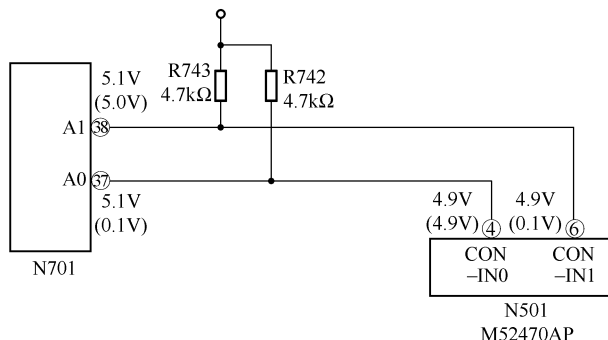

图 6-10 长虹 H2583K 机型中 TV/AV 控制接口电路
在长虹 H2535K 机型中, N701 的③⑦、③⑧脚电路主要用于 TV/AV 转换控制, 外部接口电路如图 6-10 所示。其中, R743、R742 为上拉电阻, 主要为 A1、A0 输出线路提供工作电压, 并控制 N501 开关电路的④、⑥脚, 以使 N501 工作在要求状态。在 TV 工作状态, N701③⑦、③⑧脚均输出 5.1V 高电平, 而在 AV1 状态时, N701③⑦脚转为 0.1V 低电平输出, ③⑧脚仍输出 5.0V 高电平。因此, 当该种机型出现 TV/AV 转换功能故障时, 应首先注意检查 N701③⑦、③⑧脚转换电压及外接上拉电阻是否正常。但要注意, N701③⑦、③⑧脚的控制功能还受维修软件中“OPT·TV/AV”项目数据限制。